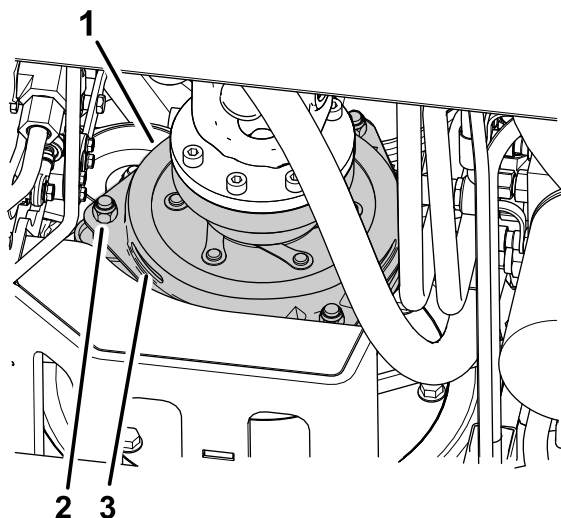

Bild 81
3. Stellen Sie den Abstand so ein, dass eine 0,3 mm Fühlerlehre mit leichtem Druck zwischen die Kupplungsauskleidung und die Bremsscheibe passt (Bild 81).
Hinweis: Drehen Sie die Einstellmutter nach rechts, um den Abstand zu verringern (Bild 81). Der maximale Betriebsabstand beträgt 0,6 mm. Stellen Sie alle drei Luftspalte auf 0,4 mm ein.